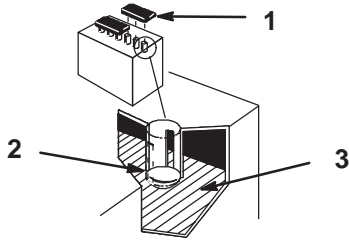

Figure 69
1. Ouvrez les couvercles et regardez à l'intérieur des éléments. Le niveau de l'électrolyte ne doit pas dépasser la partie inférieure du tube (Fig. 69). Le niveau d'électrolyte ne doit pas descendre au-dessous des plaques (Fig. 69).
2. Enlevez les bouchons de remplissage (Fig. 69).
3. Versez lentement de l'eau distillée dans chaque élément pour amener le niveau à la partie inférieure du tube (Fig. 69).